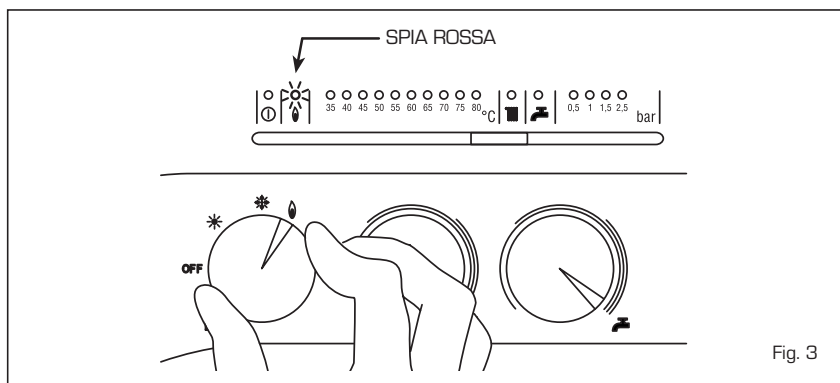

Fig. 3
- **Blocco accensione** (fig. 3)